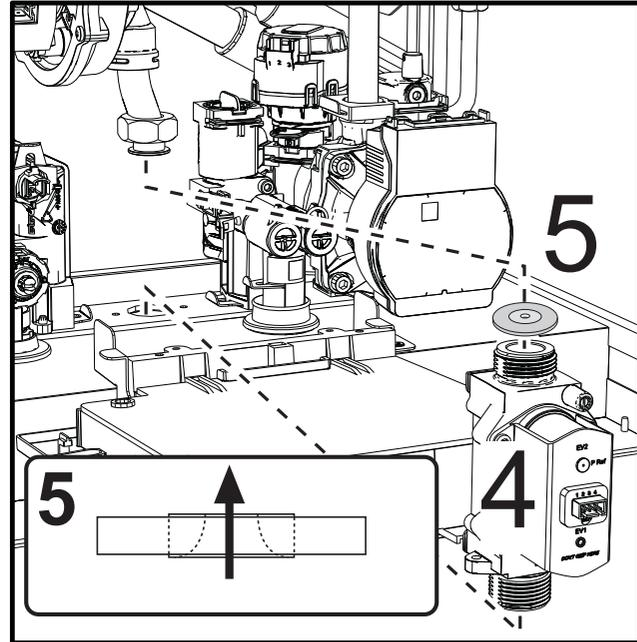

рис. 60
- Выньте газовый клапан “4” и газовую диафрагму “5” (рис. 60).